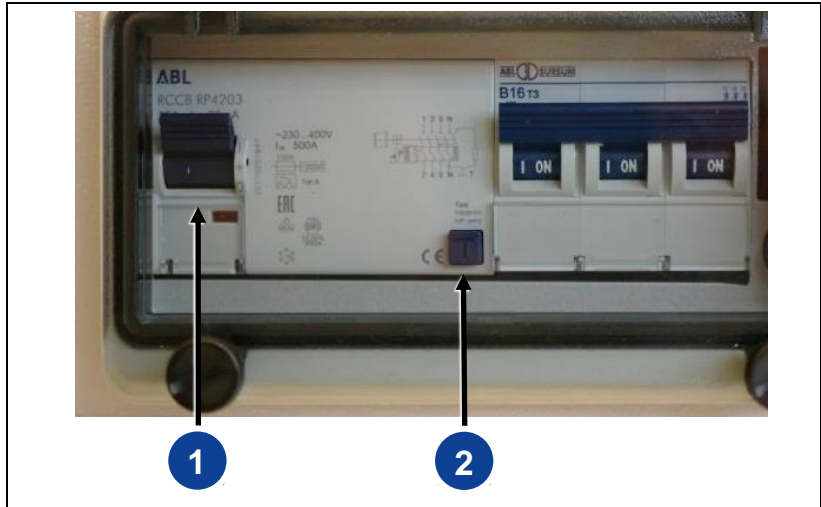

Fig. 5-1: Disyuntor FI
Además, el personal debe comprobar la función mecánica de la activación en cada puesta en funcionamiento mediante el accionamiento de la tecla de prueba del sistema de protección diferencial residual (RCD) (véase Fig. 5-1-(2)).
2. Situar el interruptor de protección (Fig. 5-1-(1)) en Pos-1.
3. Accionar el interruptor de comprobación (consulte Fig. 5-1-(2)).
- ✓ La posición del interruptor (consulte Fig. 5-1-(1)) indica el resultado:
4. Colocar el interruptor de protección (Fig. 5-1-(1)) de nuevo en la posición 1, para poder volver a utilizar consumidores en el generador eléctrico.